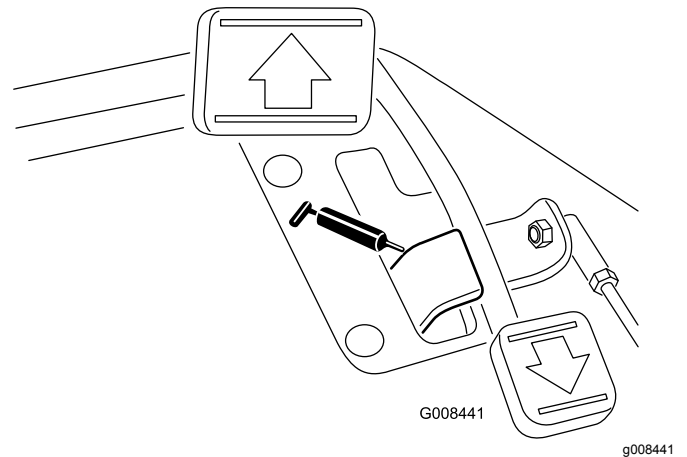

Figura 29
- Pivote del pedal de tracción (1) (Figura 29)